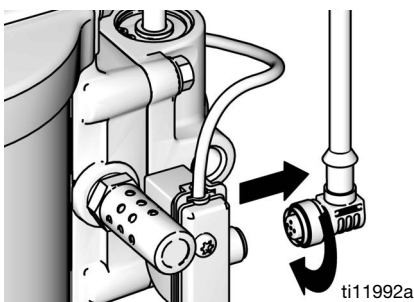

FIG. 18. Desligar o DataTrak
1. Retire o cabo da parte posterior da montagem do interruptor de lâminas. Consulte a FIG. 18.